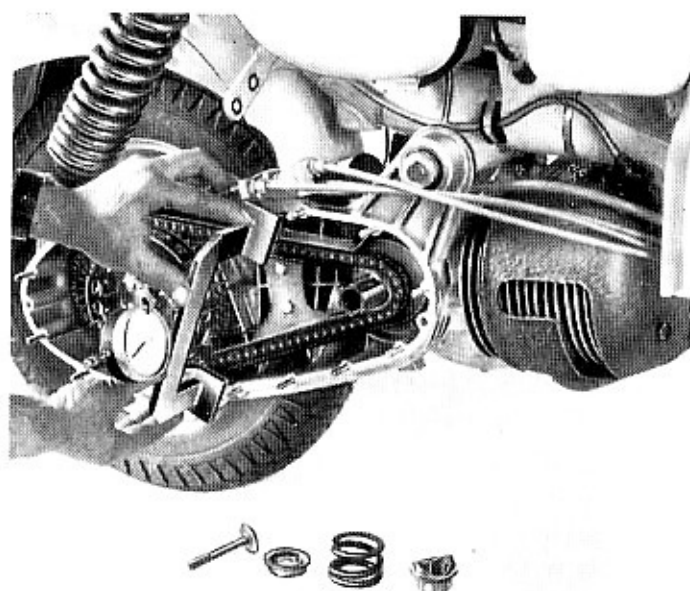

Fig. 28
- b) Si misura quindi la quota del piano della corona dentata. Vedi fig. 28. La lettura deve essere compresa fra mm $+0,05$ e $-0,25$. Se la lettura non fosse compresa fra questi limiti, è necessario smontare la corona della frizione ed aumentare o diminuire lo spessore della o delle rondelle di ra-